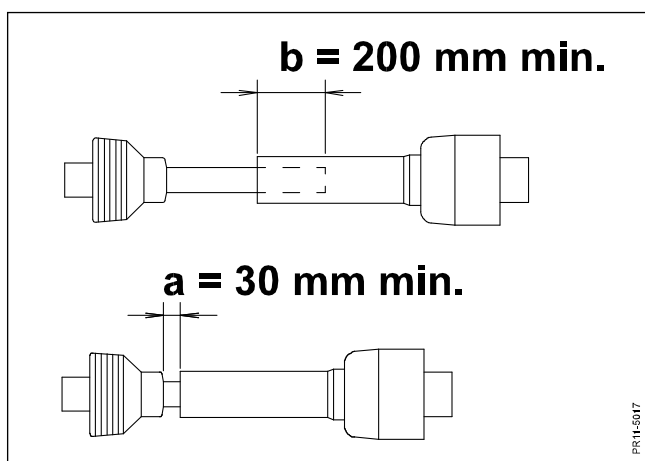

Fig. 2-3
VIGTIGT: Kraftoverføringsakslens profilrør skal ubetinget overholde overlappingsmålene som vist ved Fig. 2-3.
- Fig. 2-3** Tilpas kraftoverføringsakslen så den har størst mulig overlapning.